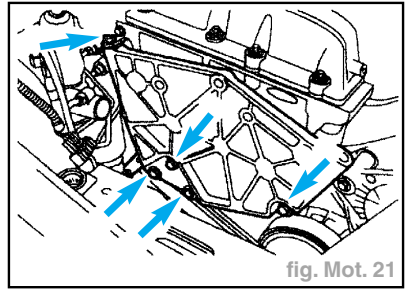

fig. Mot. 21
- Déposer la plaque de support moteur (fig. Mot. 21).